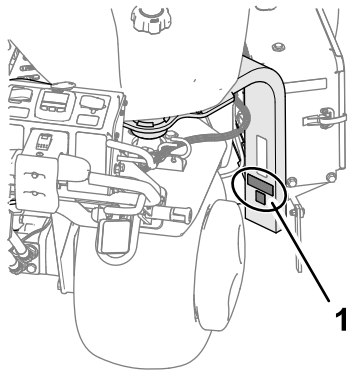

Bild 19
2. Reinigen Sie das Gabelbein mit Alkohol, wie in Bild 19 dargestellt, und lassen Sie die Oberfläche trocknen.
3. Bringen Sie den CE-Aufkleber und den Aufkleber mit dem Produktionsjahr auf dem Gabelbein an (Bild 19).